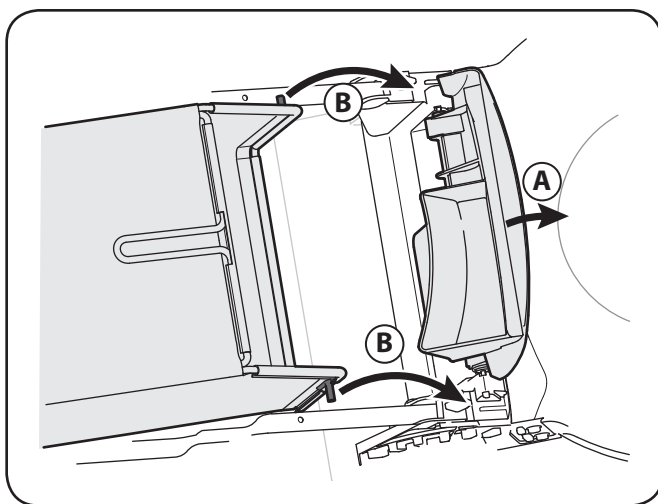

Figure 3-8
- b. Installez le sac à herbe dans les fentes aménagées dans les supports du guidon, comme à la Figure 3-8. Lâchez le clapet pour qu'il repose sur le sac à herbe.